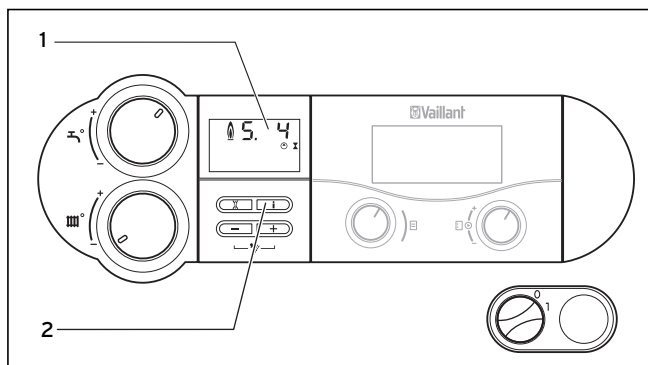

Fig. 6.11 Statusvisninger
- Aktivér statusvisningerne ved at trykke på tasten "i" (2) (Fig. 6.11).
På displayet (1) (Fig. 6.11) vises nu den pågældende stas- tuskode, f.eks. "S. 4" for brænderdrift. Betydningen af de vigtigste statuskoder fremgår af tabellen 6.1. Desuden forklares den pågældende statusvisning med en tekstindikator på displayet.
- Sæt displayet tilbage i normalmodus igen ved at tryk- ke på tasten "i" (2) (Fig 6.11) en gang til.